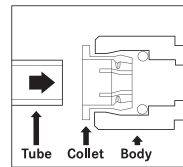

Fig.1
- ▶ Steek de buis recht naar binnen (afb. 1).